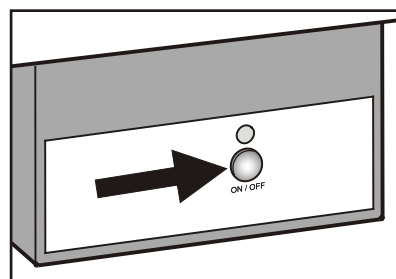

Figure 21
*La fabrique à glaçons peut être mise en marche ou arrêtée en appuyant pendant environ 1 seconde sur la touche « ON/OFF » du boîtier de la fabrique à glaçons (**Figure 21**).*